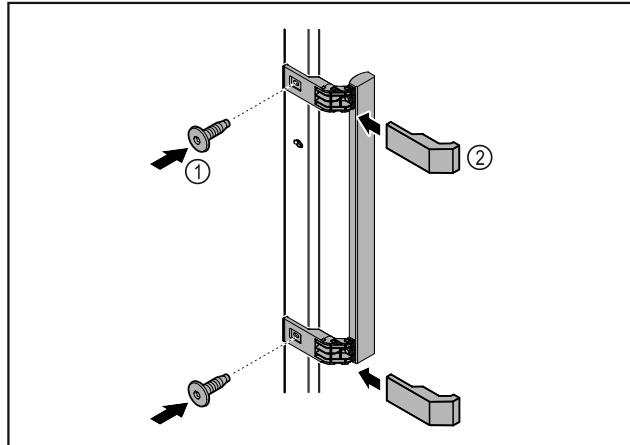

Fig. 9
- ▶ Pritvirtinkite rankeną iš priedų pridedamais varžtais Fig. 9 (1) prie durų.
- ▶ Uždėkite dengiamają plokštęlę Fig. 9 (2).